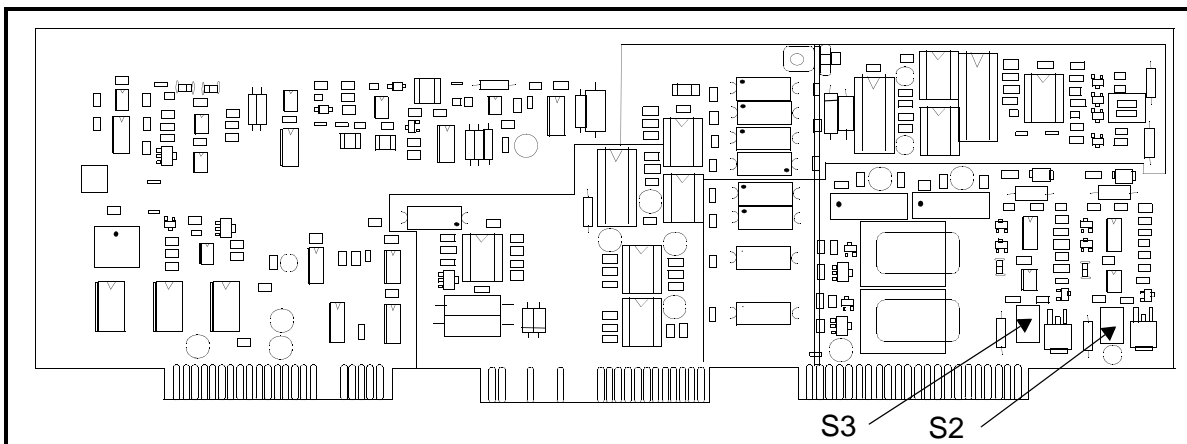

Figura 2-13: Tarjeta de canal - Ubicaciones S2 y S3
1. Localice los bloques de interruptores S2 y S3 (vea la Figura 2-13 en la página siguiente). El bloque de interruptores S2 controla la señal de salida para la Grabadora A y el bloque de interruptores S3 controla la señal de salida para la Grabadora B.